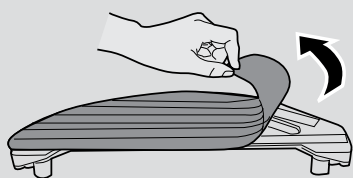

Рис. 13
1. Снимите mop для влажной уборки с нижней части резервуара для воды. [Рис. 13]